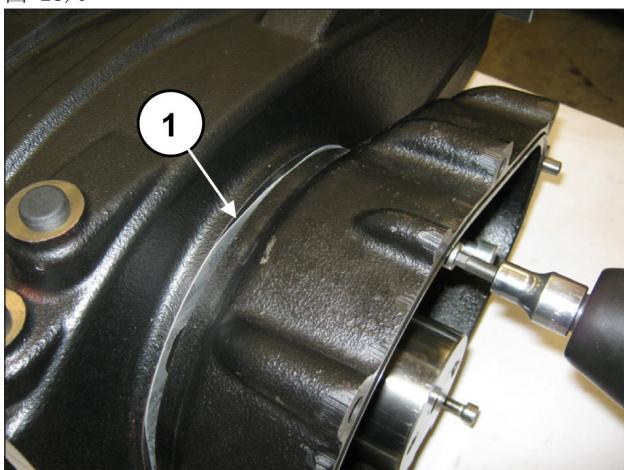

图 24
逐渐拧紧3个M8螺栓(位置①, 图 24), 以防止减速齿轮箱倾斜过多并在底座上卡住。